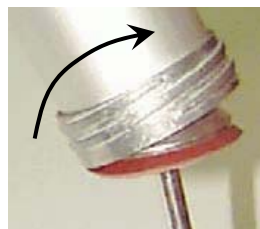

Рис. 4.
3. Продолжать вращение до тех пор, пока плунжер полностью не войдет в корпус (рис.4).